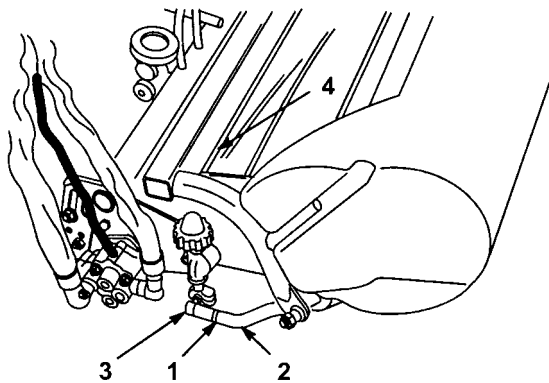

図 11
6. 集草箱をプルフレームに取り付ける：プルアームのジャムナットをゆるめ、ボールソケットを調整して集草箱のリップとリール刃の間を6.4 ~ 12.7 mmとする(図11)。
7. ソケットの開口部とボールスタッドの中心を合わせ、ジャムナットを締めてソケットを固定する(図11)。